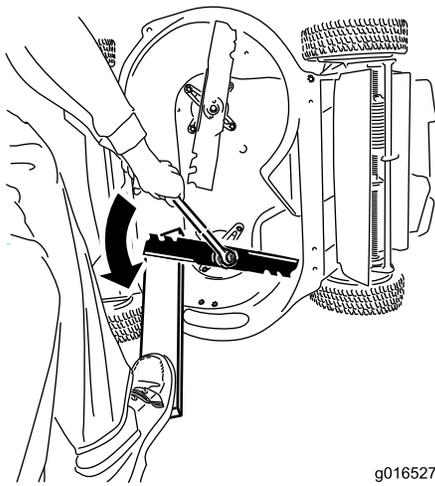

Figura 38
1. Utilize um calço de madeira para segurar cada lâmina e rode o parafuso da lâmina no sentido contrário ao dos ponteiros do relógio como se mostra na Figura 38.